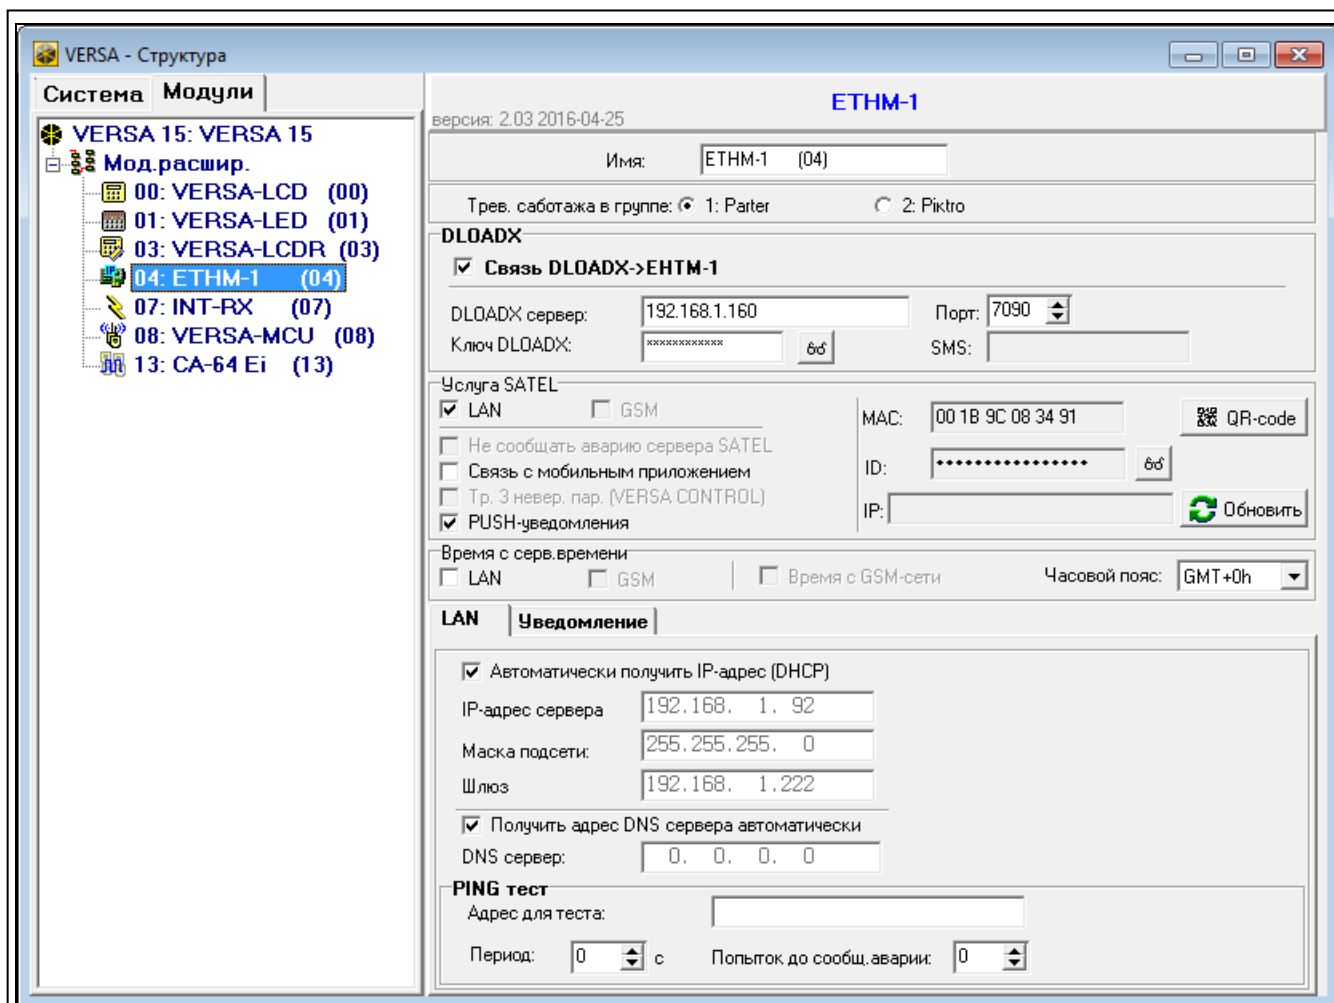

Рис. 11. Программа DLOADX: настройки модуля ETHM-1, подключенного к ПКП VERSА.
- программа DLOADX: →окно «Versa – Структура» →закладка «Модули» →ветка «Модули расширения» →[название модуля] (рис. 11).